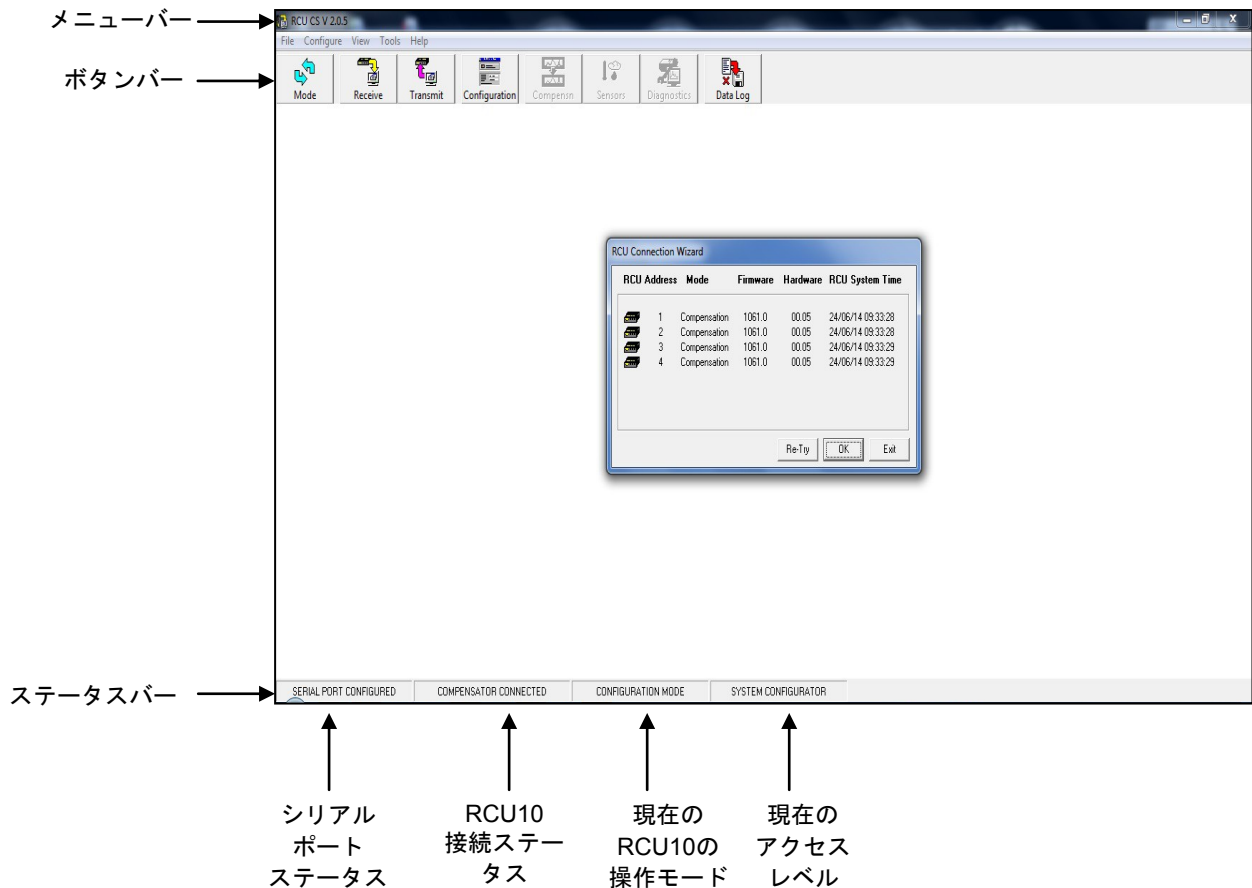

図4.1 – RCU10ステータス画面
- RCU CSを最適なPCにインストールしてください - 必要なPCの仕様とインストール手順を含んだこのソフトウェアの概要については、付録Cを参照ください。RCU CSの画面レイアウトは図4.1に記載されています。このセクションの残りで説明する、メニュー、ボタン、およびステータスバーを注意してください。メニュー、ボタン、およびステータスバーについてのさらに詳細な説明については付録Cを参照ください。